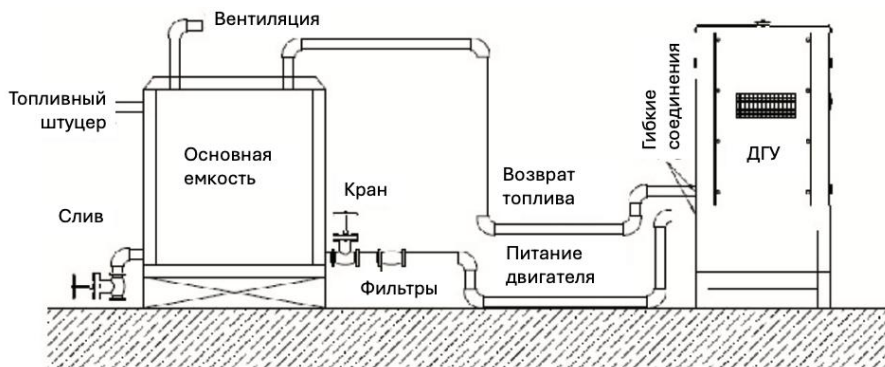

Рис. 5.1. Компонетка без промежуточного топливного бака
5.5. ДГУ без промежуточного топливного бака (рис. 5.1.)
Самым простым решением является подача топлива в двигатель непосредственно из емкости и возврат обраты от форсунок в емкость. Типовая схема этого решения показана на рис. 5.1. Основные ограничения для данного метода заключаются в следующем: для подачи топлива в двигатель самотеком необходимо расположить выпуск из емкости не менее, чем на 600 мм выше уровня основания ДГУ; перепад давления в линии возврата не должен превышать указанный в спецификации двигателя; сечение трубопровода подачи из топливной емкости к двигателю должно обеспечивать необходимый расход топлива при подаче самотеком.